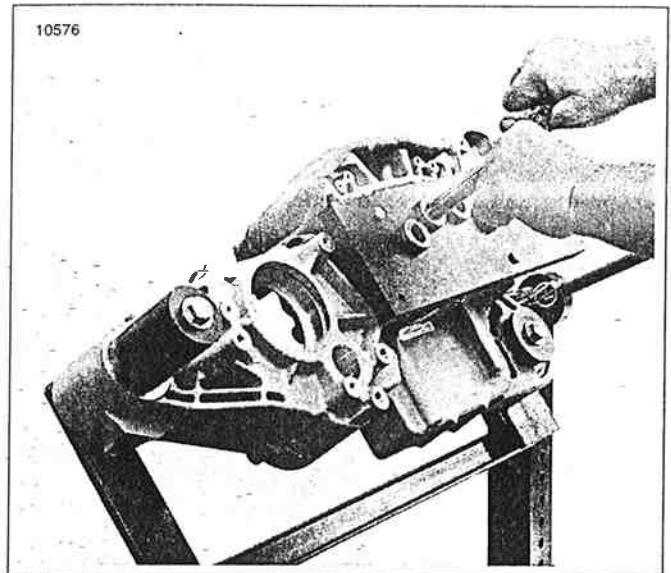

Figura 3-86. Escariado del buje del engranaje de la leva en la mitad derecha del cárter
2. Vea la Figura 3-86. Coloque la GUÍA PARA ESCARIADOR DE BUJES DE ÁRBOL DE LEVAS (HD-38871) en el lado de la caja de cambios del cárter; los agujeros indicadores superior derecho e inferior izquierdo en la guía deben colocarse en los pasadores de localización en la mitad del cárter. Inserte los dos pernos (suministrados con la guía) a través de los dos agujeros restantes en la guía y en los agujeros con rosca de la mitad del cárter. Apriete bien los tornillos.